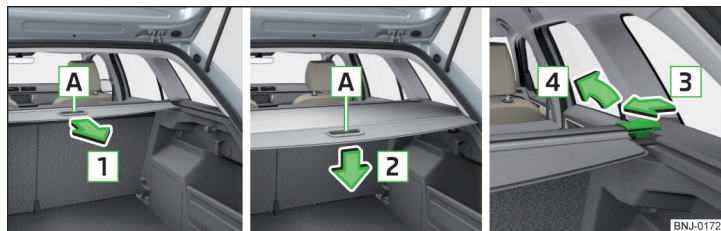

Fig. 97 Mască rulabilă: tragerea/rularea/detașarea
- Pentru **scoaterea** ei, prindeți masca de mânerul [A] și trageți-o în sensul săgeții [1] până la capăt, resp. până se va fixa cu un sunet specific » fig. 97.
- Pentru **montare**, scoateți masca rulată a portbagajului » fig. 97 la pagina 80 sau rabatați spre înainte spătarul banchetei » pagina 63.